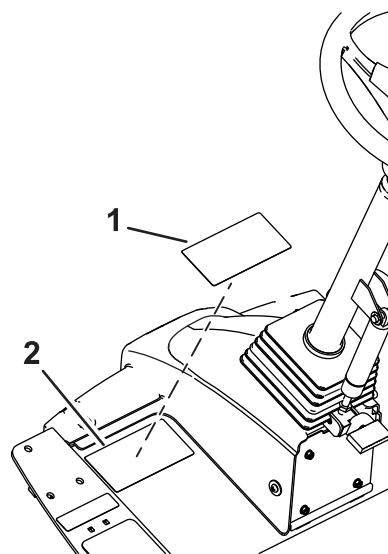

Рисунок 37
1. Очистите поверхность предупреждающей наклейки протирочным спиртом и чистой ветошью и дайте наклейке высохнуть (Рисунок 37).